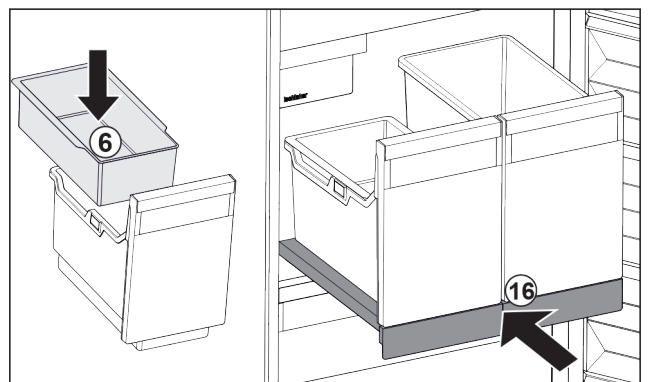

Fig. 96
- ▶ Einhängeschale Fig. 96 (6) für Eiswürfel einsetzen.
- ▶ Auszugsbord mit Behälter (IceTower) einschieben. Fig. 96 (16)